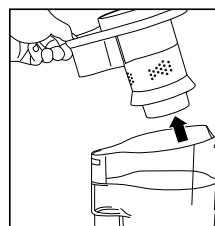

Fig. 5
2. Retire el soporte del filtro ciclónico (Fig. 5).